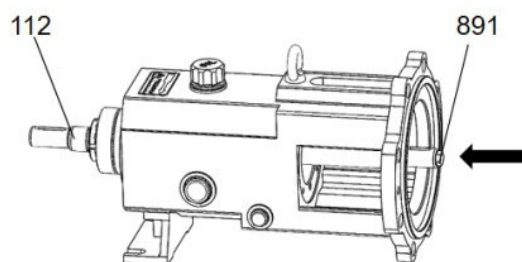

Рисунок 8
- Снимите и разберите ротор (112). Для этого: Аккуратно надавливая и постукивая по торцу вала со стороны проточной части, отделите ротор с подшипниками от корпуса подшипников. См. рисунок 8.